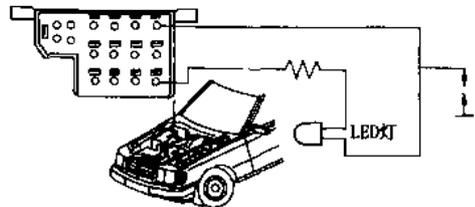

图 1-2-3 发动机故障码的读取
1. 奔驰 KE、LH、HFM、ME - SFI 发动机电脑故障码读取(图 1-2-3)：